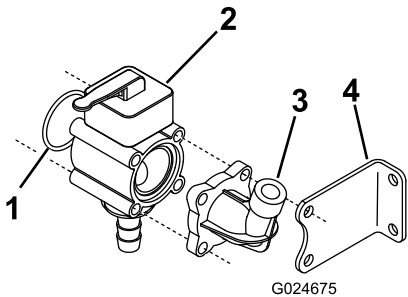

Figura 4
3. Instale la junta tórica, el conjunto de válvula manual, el conector del manómetro que retiró anteriormente y el soporte estabilizador, usando las 4 varillas roscadas y las arandelas planas y las tuercas que se guardaron; consulte Figura 4.